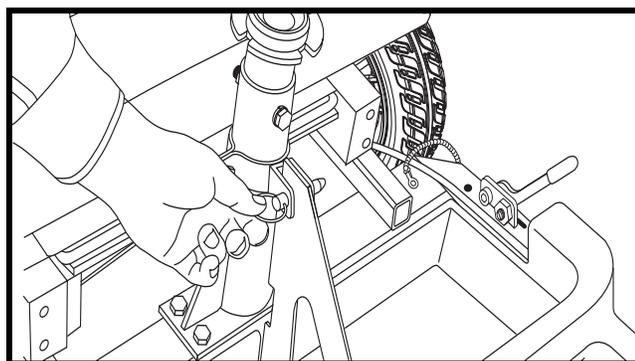

Figure 24. Goupille levier de structure
9. Retirez la goupille du levier de blocage du cadre. Voir la figure 24.